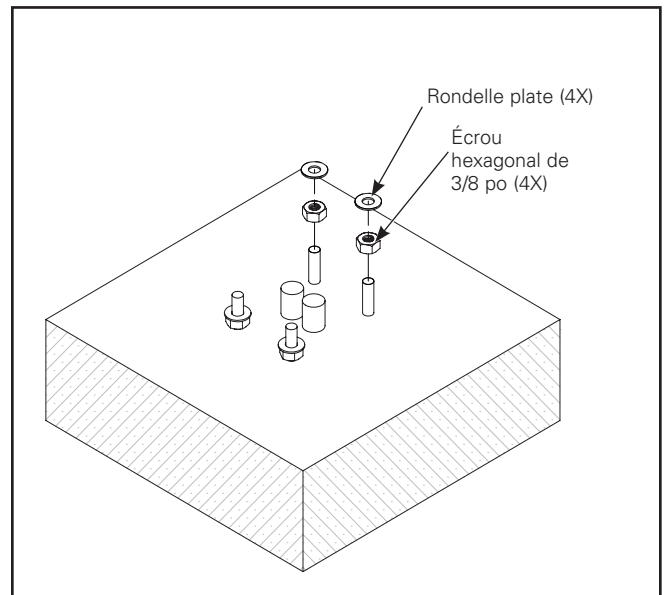

Figure 2.
5. Fixez un écrou hexagonal de 3/8 po sur chacun des quatre (4) boulons d'ancrage. Installez une rondelle sur chaque écrou hexagonal. (Figure 2).